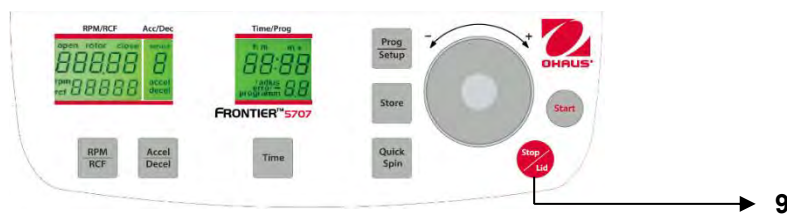

Abbildung. 25
Mit der Taste **"Stop/Lid"** (9) (siehe Abbildung 25) können Sie den Durchlauf jederzeit unterbrechen. Nachdem Sie die Taste gedrückt haben, wird sich die Zentrifuge mit der vorab ausgewählten Intensität bis zum Stillstand verlangsamen.